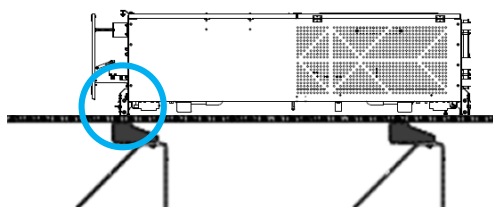

Abb. 6
4. Die Kabine in die untere Turmsection positionieren und dabei darauf achten, dass die unteren Führungsrollen sich an einer Leiterverankerungsstütze ausrichten (siehe Abb. 6).